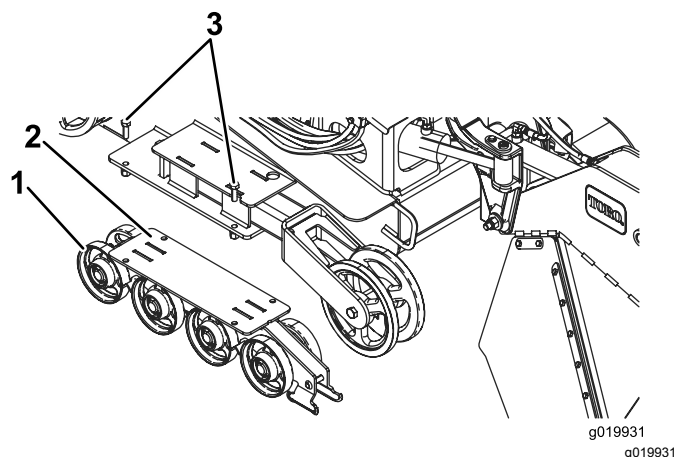

Figura 50
4. Rimuovere i 4 bulloni che fissano ciascuna guida inferiore dei cingoli che contiene le ruote non motrici e rimuoverle (Figura 50).